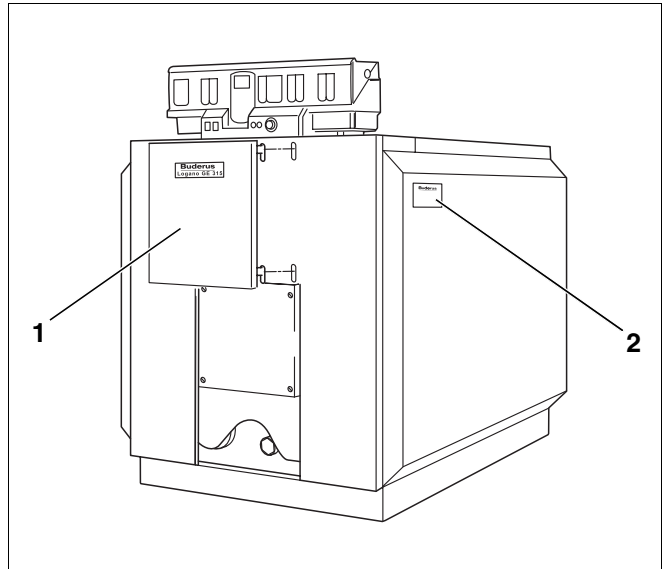

Рис. 42 Установка экрана дверцы горелки
- Навесить экран дверцы горелки на переднюю стенку (рис. 42, поз. 1).
- Наклеить маркировочную табличку (рис. 42, поз. 2) слева или справа на котел так, чтобы она была хорошо видна.